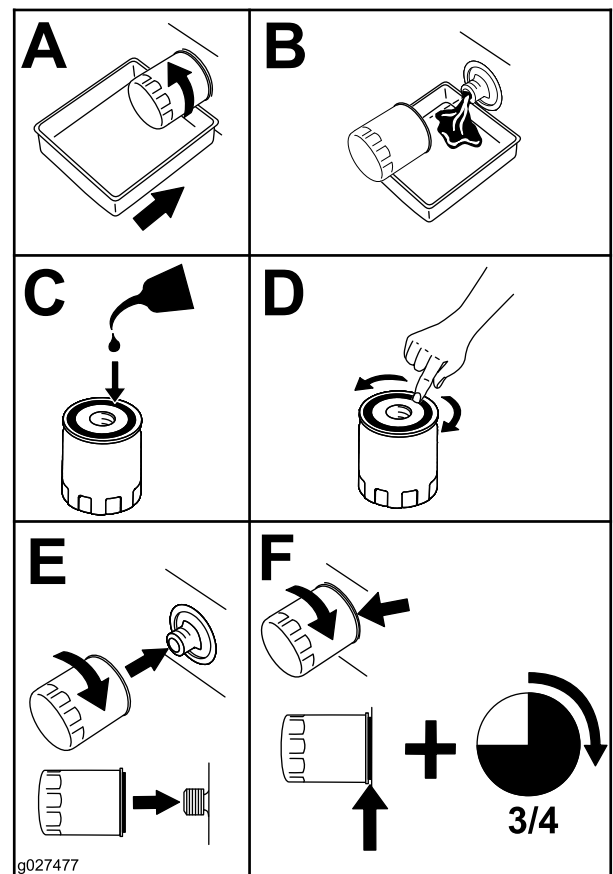

Figura 44
5. Substitua o filtro do óleo do motor (Figura 44).